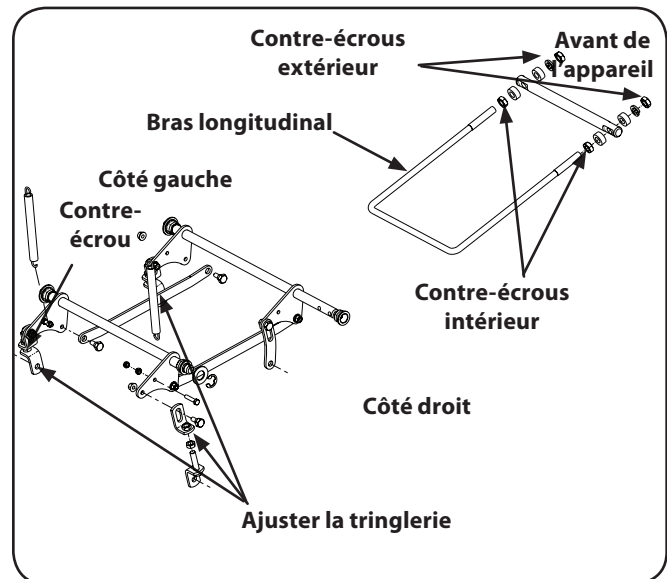

Figure 6-6
5. À l'aide d'une clé de $\frac{3}{4}$ pouce, desserrez le contre-écrou inférieur du côté gauche de la tige de levage. Pour ajuster le côté du plateau vers le haut ou vers le bas, tournez de quelques tours le contre-écrou supérieur dans le sens horaire (pour lever) ou antihoraire (pour descendre). Consultez la Figure 6-6.
8. Le réglage final consiste à ajuster la tringlerie en ajustant les écrous de blocage situés sur les articulations filetées. Desserrez les écrous de blocage et serrez l'écrou intérieur pour atteindre la longueur appropriée et la bonne tension de la courroie. Consultez la Figure 6-6.